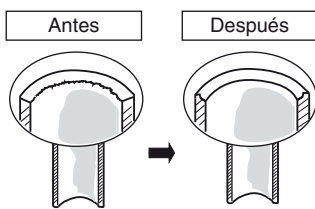

Fig. 5-1
- (1) Corte el tubo de cobre a la longitud necesaria con un cortador de tubos. Se recomienda cortar aprox. de 30 a 50 cm más largo que la longitud del tubo estimada.
- (2) Extraiga las rebabas del extremo del tubo de cobre con un escariador de tubos o una lima. Este proceso es importante y debe hacerse con cuidado para conseguir un buen abocardado. Cerciúrese de impedir que entre cualquier contaminante (humedad, suciedad, virutas metálicas, etc.) en la tubería. (Figs. 5-1 y 5-2)